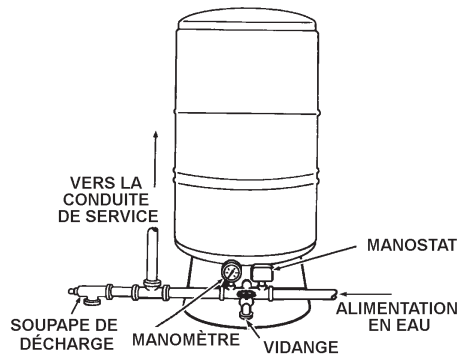

FIGURE 1.
2. Placer le nouveau réservoir sur une surface plane, solide et bien drainée. Deux installations types sont illustrées aux figures 1 et 2.